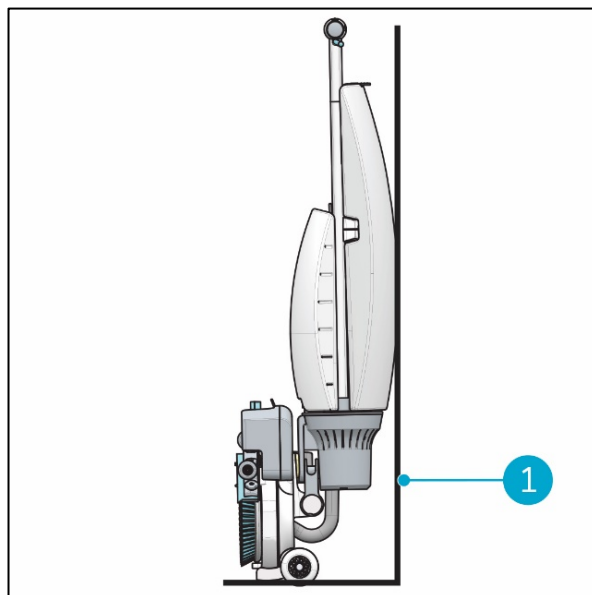

Figura 24
3. Guarda la i-mop Lite junto a una pared (Figura 24, pos. 1) con el asa hacia la pared y los cepillos hacia el lado contrario.